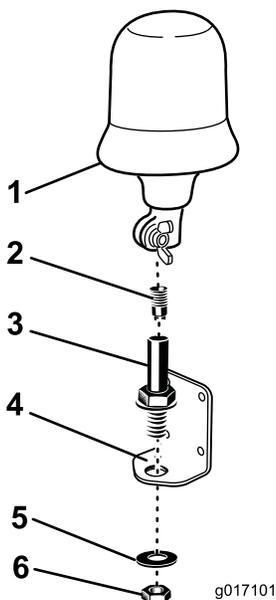

Figura 4
- Montate il gruppo della lampada di segnalazione sulla relativa staffa (Figura 4).
- Montate la lampada di segnalazione sul portalamпада e serrate il dado ad alette (Figura 4).
- Rimuovete il connettore della lampada di segnalazione dal portalamпада (Figura 4).